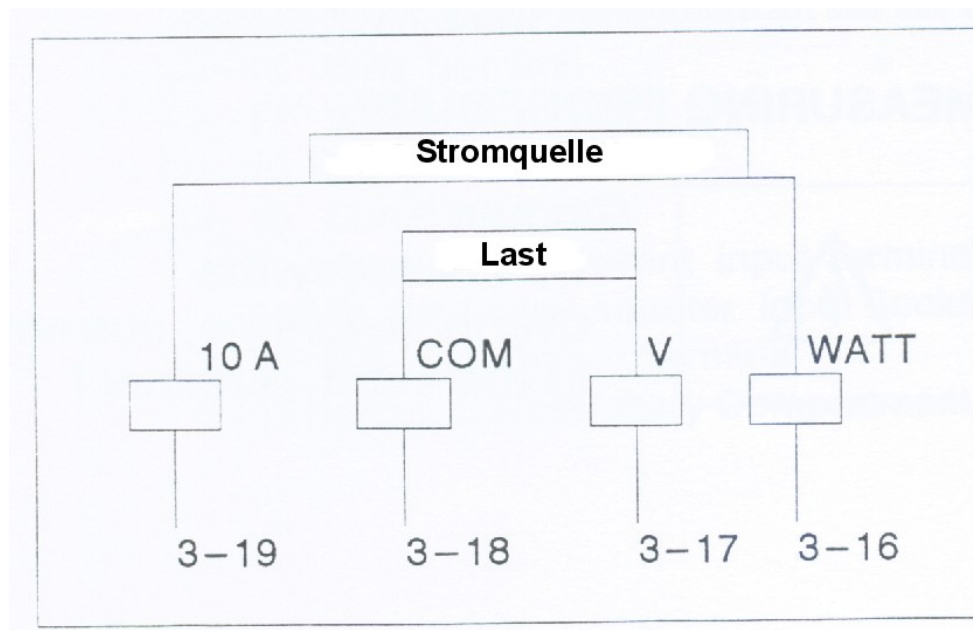

Abb. 2
- 6) * Verbinden Sie die „LAST“ mit den Klemmen 3 – 17, 3 – 18 (s. Abb. 2).
* Verbinden Sie die „STROMQUELLE“ mit den Klemmen 3 – 16, 3 – 19 (s. Abb. 2).
Verbinden Sie die Testkabel gemäß Abb. 2 mit den Klemmen (3 – 16, 3 – 17, 3 – 18, 3 – 19).